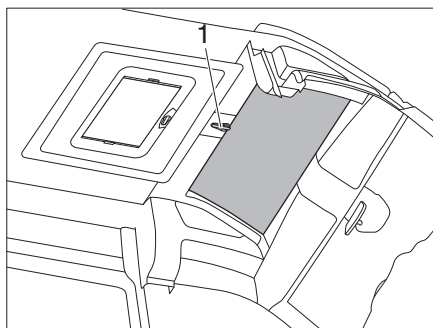

Fig. 75 SkyRoof®
- Aprire il chiavistello e ruotare la manovella (Fig. 75,1) di mezzo giro.